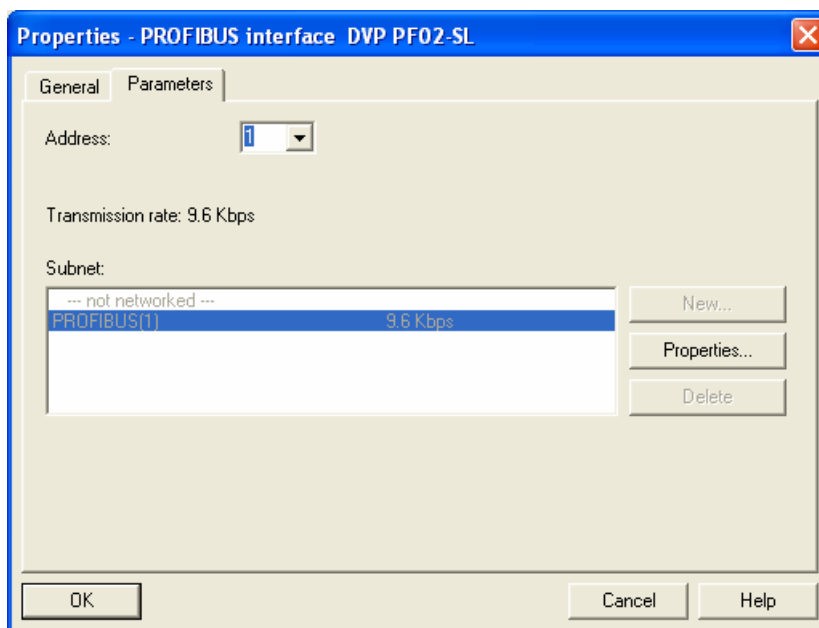

图 10-21
2. 在图 10-21 所示新出现的对话框中，在 Address 下拉菜单中选择 DVPPF02-SL 从站的地址，此地址须与 DVPPF02-SL 地址设定开关设置相一致，地址设定后点击『确定』按钮。